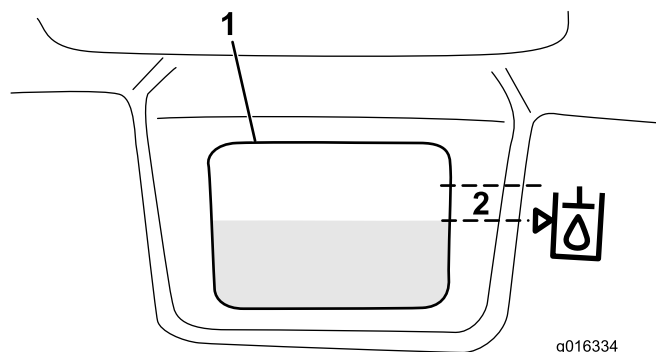

Рисунок 31
3. Медленно заливайте в бак соответствующую гидравлическую жидкость, пока ее уровень не будет находиться напротив стрелки (или в пределах расстояния 6мм от нее) указателя рядом с белым окном на передней стороне бака (Рисунок 31). Не допускайте переполнения.